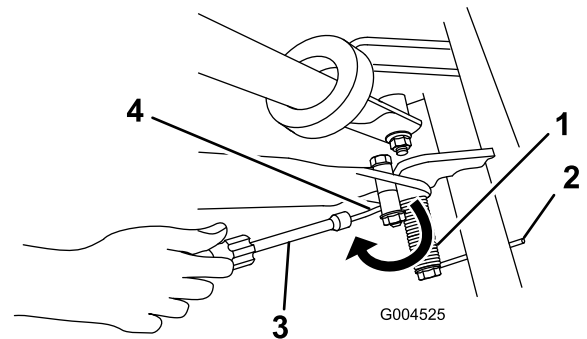

Bild 10
- Setzen Sie eine Mutterbuchse auf das Ende der Feder, das zum Heck zeigt, und schieben Sie das Ende der Feder über und unter das Distanzstück des Ständers (Bild 10).